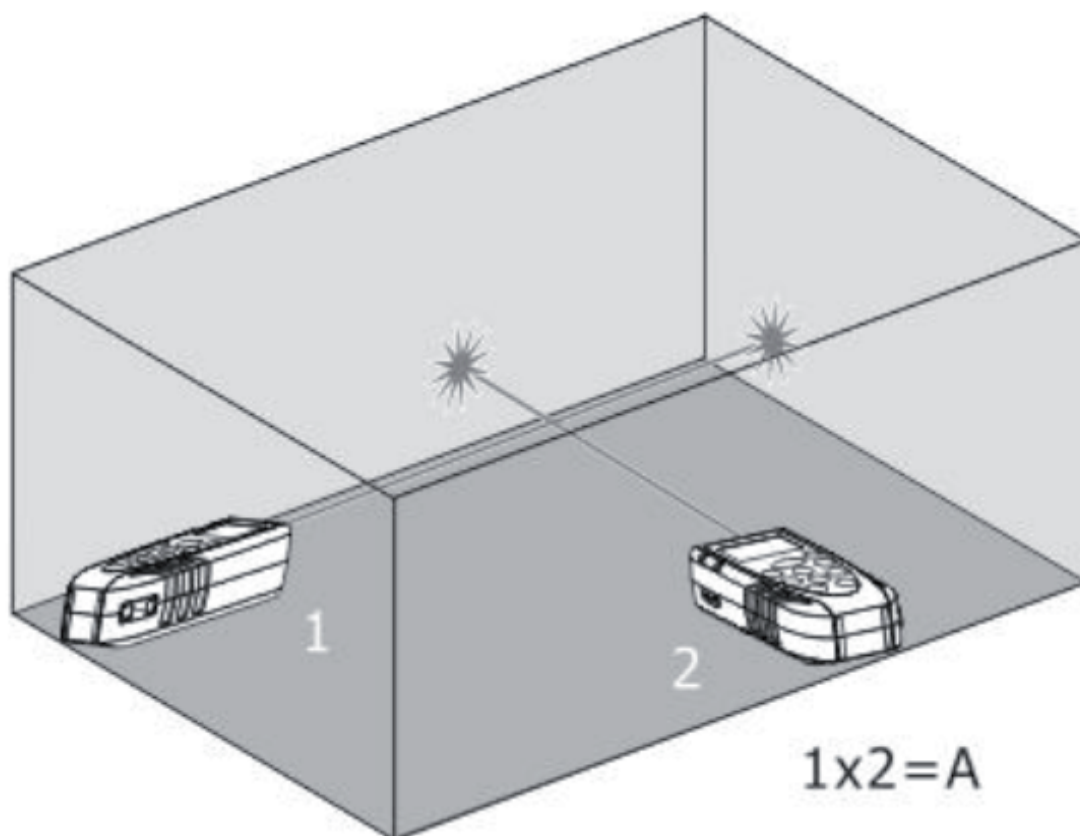

Fig. 5: Exemplo de medição de Área
3. Premir o botão  para efectuar a primeira medição (comprimento) da superfície em análise (ver Fig. 5). O valor correspondente é inserido no primeiro display parcial. O símbolo "" é apresentado no display com o lado "2" intermitente
4. Premir novamente o botão  para efectuar a segunda medição (largura) da superfície em análise (ver Fig. 5). O valor correspondente é apresentado no segundo display parcial enquanto o valor total da área (actualizado) é indicado no display resultante